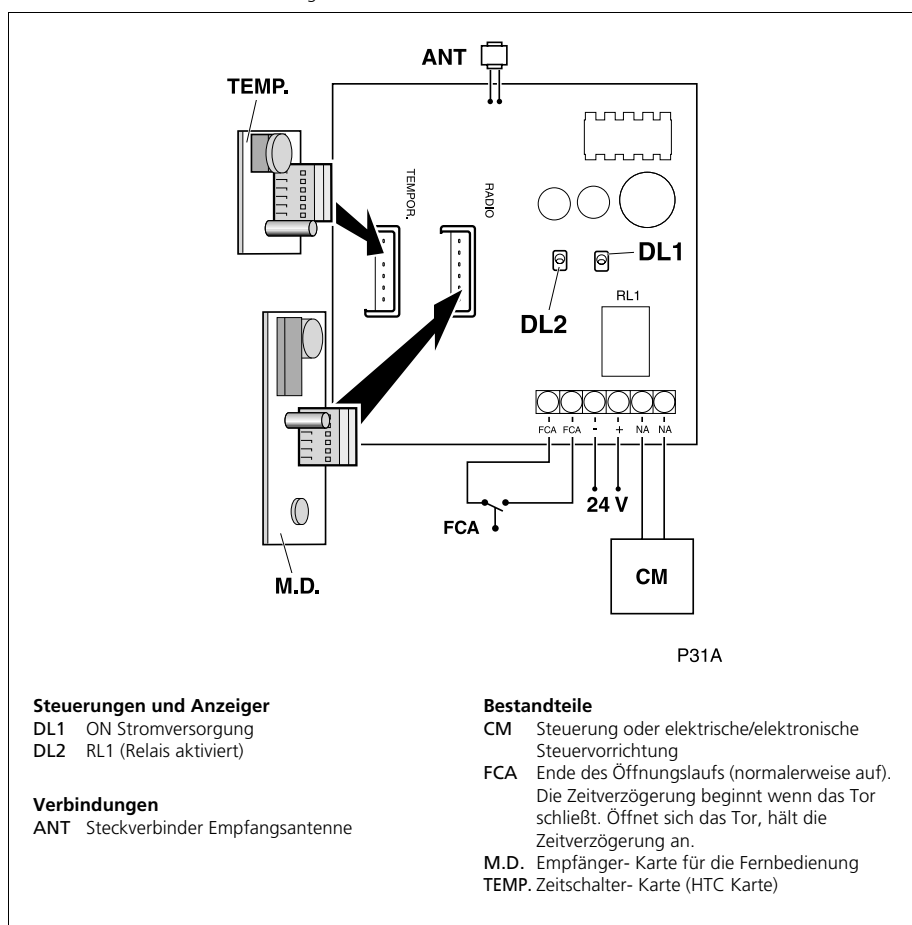

Abb. 1 Geräteteile
- 1 Schließen Sie eine Empfängerkarte oder eine HTC Zeitschalter- Karte an den entsprechenden Anschluss an (siehe "Abb. 1 Geräteteile").
- 3 Gehen Sie bei elektrischen Anschlüssen laut "Abb. 1 Geräteteile" vor.
❶ **Stromversorgung 24Vdc:** beachten Sie die Polarität, da das Gerät sonst nicht funktionieren kann.
❶ **Stromversorgung 24Vac:** die Polarität spielt keine Rolle.